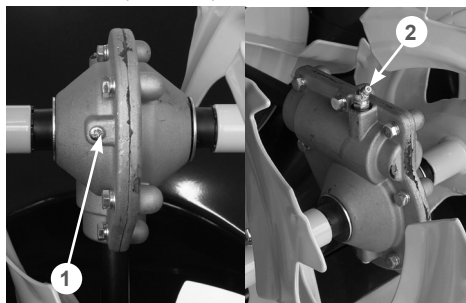

Рис. 43 Добавление смазки в редуктор
- выкрутите в нижней части редуктора винт 1 (Рис. 43);
- установите наконечник шприца на пресс-маслёнку 2 (Рис. 43) и добавляйте смазку в редуктор до тех пор, пока через отверстие в нижней части редуктора не начнёт выходить новая смазка;
- закрутите обратно винт 1 (Рис. 43).